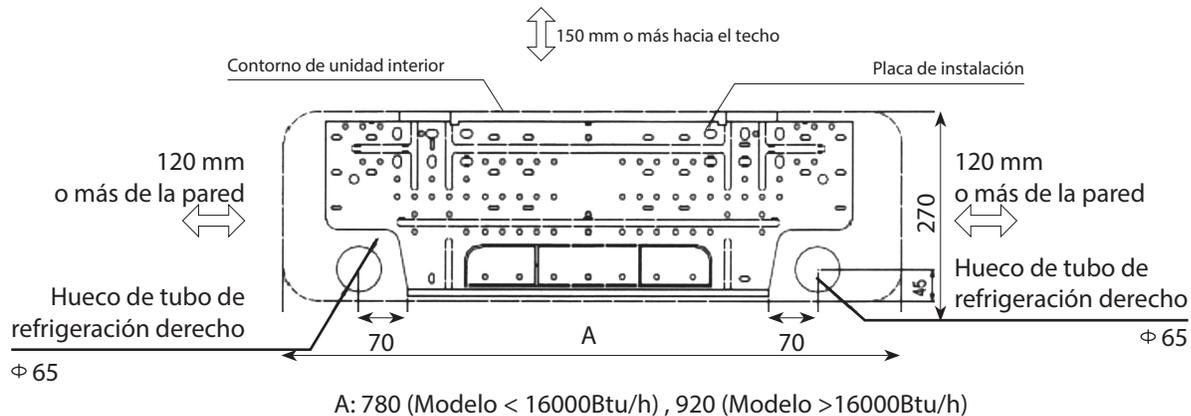

FIG. 5
- 2 Si la pared está hecha de ladrillo o concreto taladre ocho (8) orificios de 5 mm de diámetro en la pared. Inserte el sujetador de anclaje para la apropiada montura de los tornillos.
- 3 Ajuste la placa de instalación a la pared con ocho (8) tornillos tipo "A".
- 1 Determine la posición del hueco de acuerdo al diagrama detallado en la Fig. 5. Taladre uno (1) hueco (65 mm) inclinándose ligeramente hacia el lado del exterior.